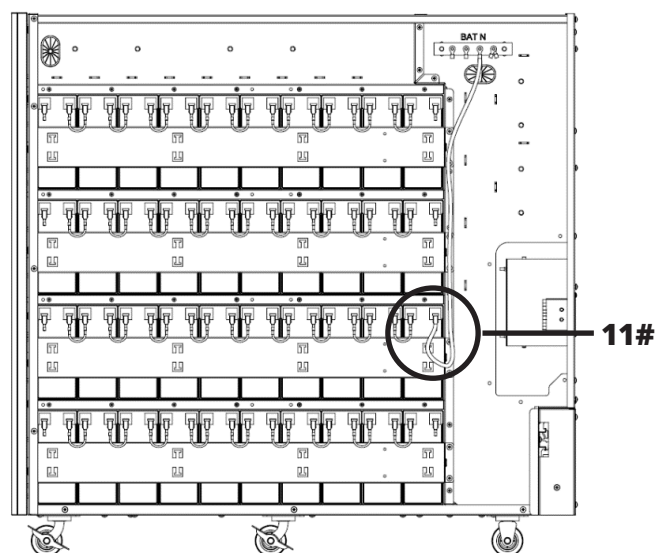

Figure 5-17B
24. Connecter la batterie 11+ du groupe 2 à la barre du bus de la batterie N (BAT N) (Figure 5-17B).